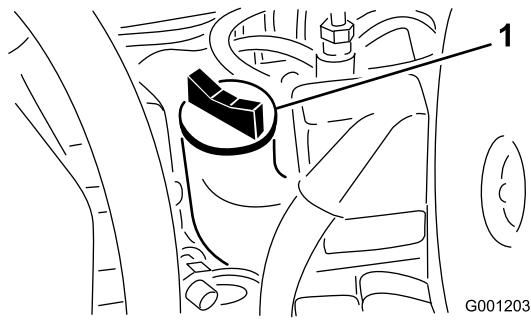

Figura 23
3. Se o nível de óleo se encontrar abaixo da marca Full (Cheio) da vareta, retire a tampa de enchimento (Figura 23) e adicione óleo até que o nível atinja a marca Full. **Não encha demasiado..**